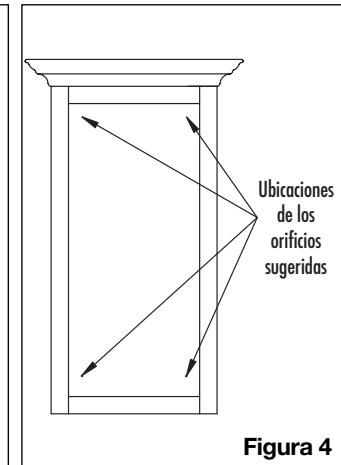

Figura 4
- Coloque el gabinete en el lugar correspondiente y con un tornillo para madera # 12 x 3 pulg, fije el gabinete a la pared mediante el panel posterior (Figura 4).